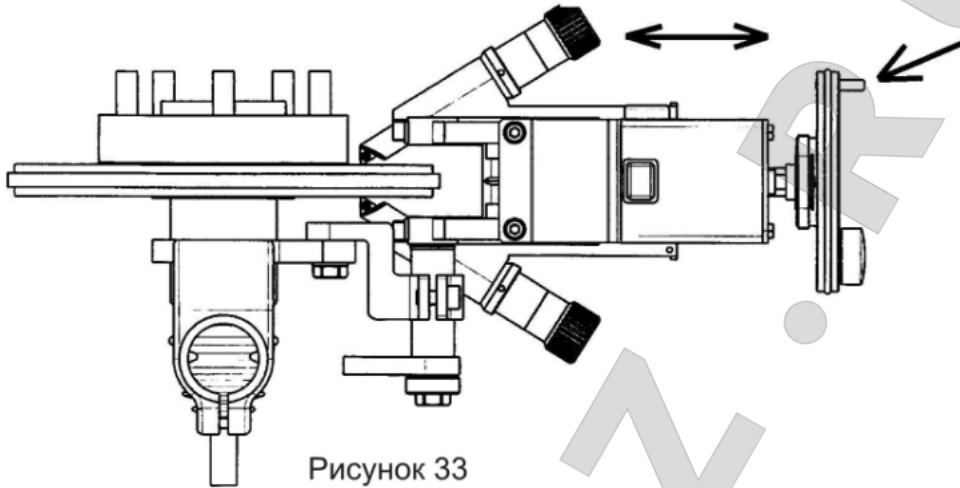

Рисунок 33
9. Аккуратно двигайте направляющие по направлению к ступице тормозного диска (рис.33).